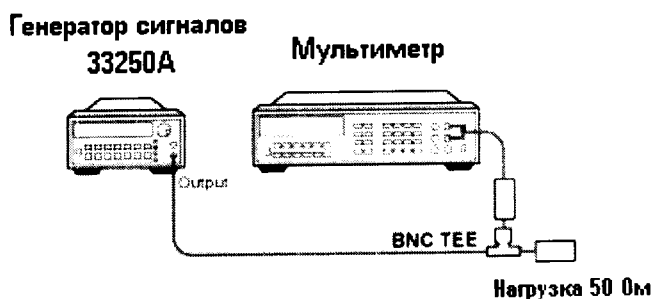

Рисунок 4
8.8.2 Для определения неравномерности АЧХ в частотном диапазоне от 3 до $3 \cdot 10^5$ Гц использовать генератор сигналов произвольной формы 33250А и мультиметр 3458А (рисунок 4). На генераторе установить уровень выходного сигнала –10 дБ/мВт. Произвести измерения погрешности уровня выходного сигнала генератора на частотах 3, 50, 100, 500, $1 \cdot 10^3$, $5 \cdot 10^3$, $1 \cdot 10^4$, $5 \cdot 10^4$, $1 \cdot 10^5$, $3 \cdot 10^5$ Гц с помощью мультиметра. Зафиксировать погрешность измерения.